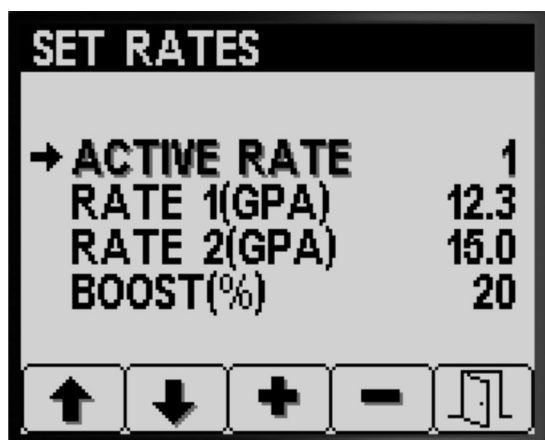

Bild 5
- Drücken Sie Taste 1 oder 2, um auf die Option ACTIVE RATE zu navigieren (Bild 5).
- Drücken Sie Taste 4, um den Eintrag ACTIVE RATE auszuwählen (Bild 5).
- Drücken Sie die Tasten 3 oder 4, um die programmierte aktive Dosierung auf RATE 1 oder RATE 2 einzustellen (Bild 5).